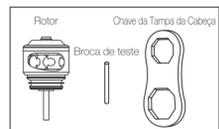

Fig. 32
- 1 Prepare um novo cartucho, broca de teste e a chave da tampa de cabeça inclusa neste set (Fig. 32).